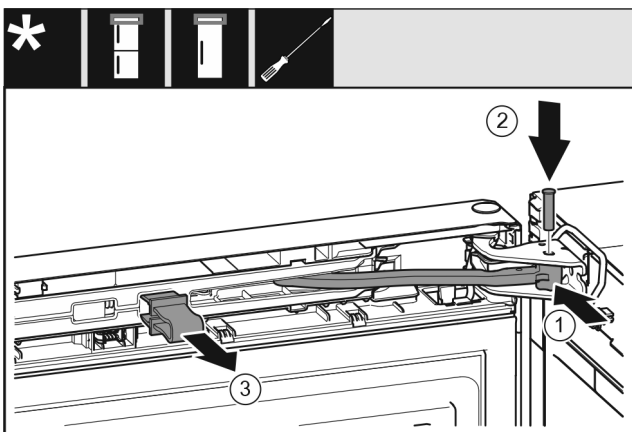

Fig. 23
- ▶ Otočte kloub Fig. 23 (1) ve stojanu ložiska.
- ▶ Vložte čep Fig. 23 (2) do stojanu ložiska a kloubu. Přitom dávejte pozor, aby byla zajišťovací vačka správně usazena v drážce.
- ▶ Pojistku Fig. 23 (3) vytáhněte.